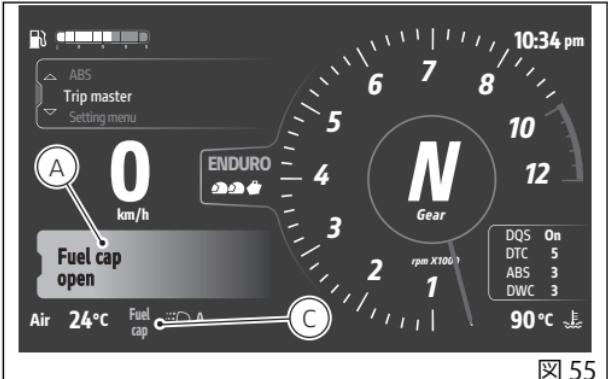

図 55
- 起動時には、(A メイン画面図 55)
- 次に、(C メイン画面図 55)、